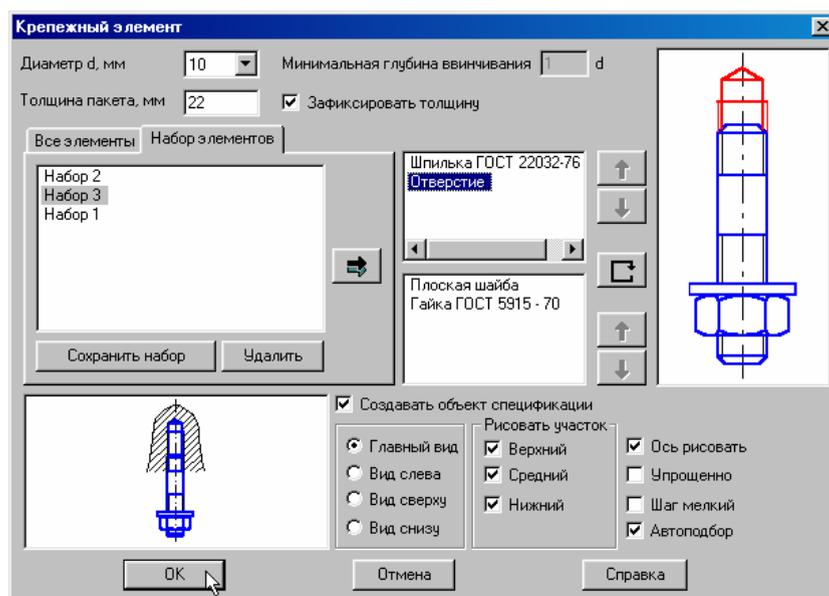
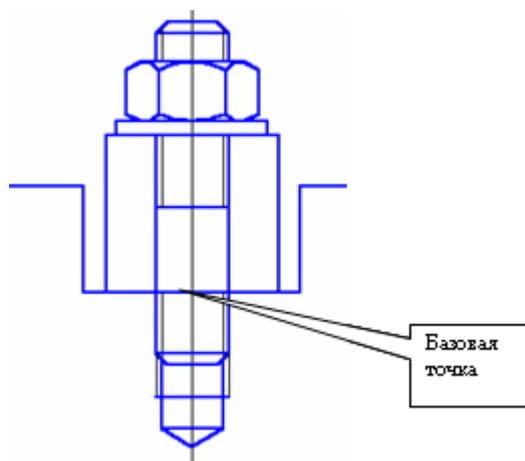

Рис. 17
Рис. 18.
5. Выполните шпилечное соединение. Выберите из конструкторской библиотеки **Крепежный элемент**. Появится окно с параметрами пакета, рис. 16. Активизируйте **Набор элементов**. Выберите набор шпилечного соединения. Выберите шпильку указанного стандарта (шпилька данного стандарта вворачивается в деталь, изготовленную из стали). Проставьте диаметр шпильки. Укажите толщину пакета (толщина верхней пластины). Для удаления вырыва (местного разреза) дважды щелкните на слове **Отверстие**, рис. 16. В открывшемся окне отключите флажок на **Создать вырыв**. Изображение отверстия изменится, рис. 17. Проставьте флажок на **Создать объект спецификации**. Установите шпилечное соединение по базовой точке, рис. 18, проставьте номера позиций, как Вы проставили в случае болтового соединения.